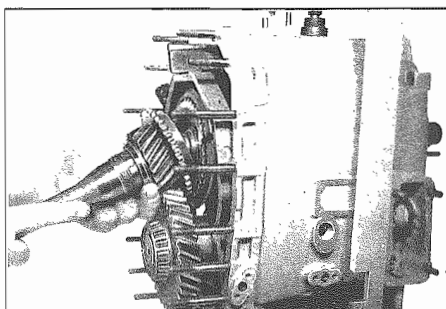

Fig. 45 - Spingere l'albero presa diretta sulla gabbia a denti
- Infilare l'anello sincronizzatore (**402**) e le gabbie a denti (**401**) sul perno dell'albero primario. Spingere l'albero presa diretta (**208**) sulla gabbia a denti (**Fig. 45**).
- Place blocking ring (**402**) and cam cage (**401**) on journal of main shaft. Slide input shaft (**208**) over cam cage (**Fig. 45**).